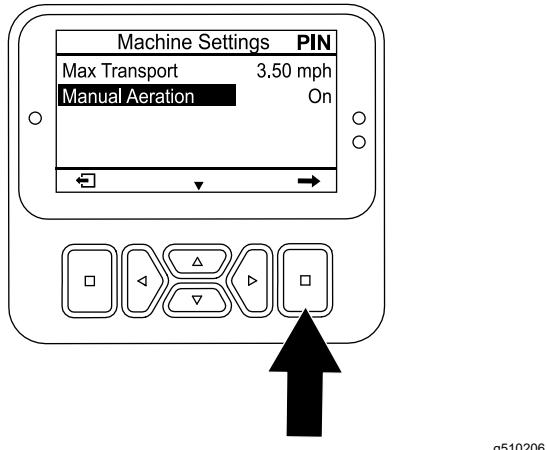

Bild 113
5. Drücken Sie die Taste „nach unten“, bis die Option MANUAL AERATION [Manuelles Aerifizieren] ausgewählt ist, und drücken Sie die Auswahltaste (Bild 113), um das manuelle Aerifizieren auf EIN einzustellen.